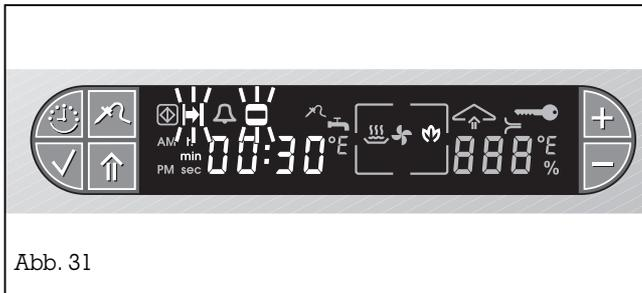

Abb. 31
- Im Display erscheint das Symbol (Reinigung) und die Symbole (Dauer) und (Garzeit) blinken (Abb. 31).